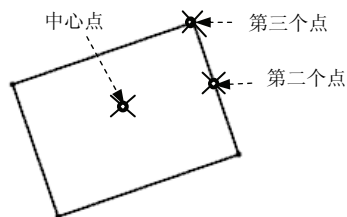

图 5.6.22 从中心方式
- Step 5** 单击中键，结束矩形的创建，结果如图 5.6.22 所示。